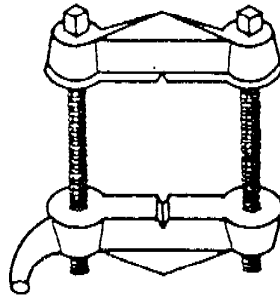

Figura 8
5. Brida conjugada ( Figura 8 ), utilizada en la fijación de piezas de grandes diámetros.